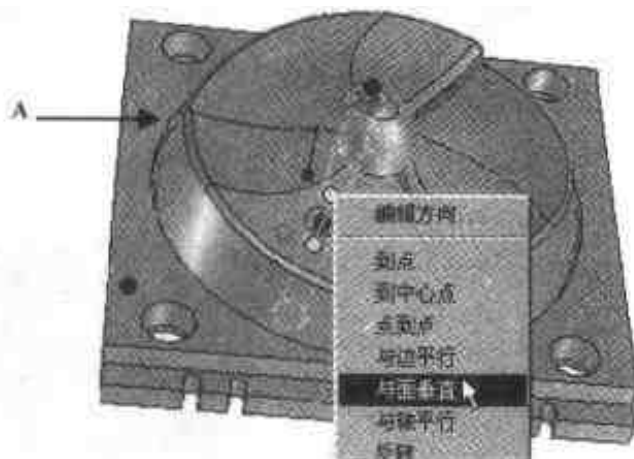

图 2.154 将孔调整到与模板平面垂直
- (2) 打开【三维球】，选择其上下方向的定位手柄，右击弹出快捷菜单，选择【与面垂直】命令，选择模板的平面 A，如图 2.154 所示。关闭【三维球】，将孔图素的包围盒激活，将孔的直径设定为 12。